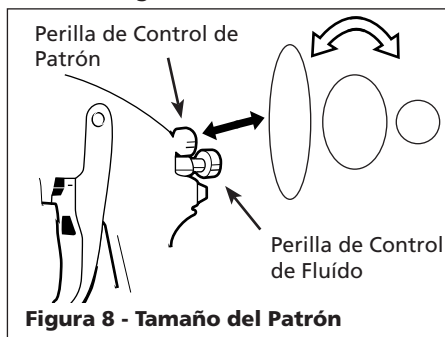

Figura 8 - Tamaño del Patrón
2. Seleccione la forma del patrón. Si desea cubrir una superficie amplia, gire la perilla de control en sentido contrario a las agujas del reloj. Si desea un patrón circular, gírela en el mismo sentido de las agujas del reloj (Vea la Figura 8).
3. Gire la perilla de control totalmente en el mismo sentido de las agujas del reloj, para cerrarlo (Vea la Figura 8).